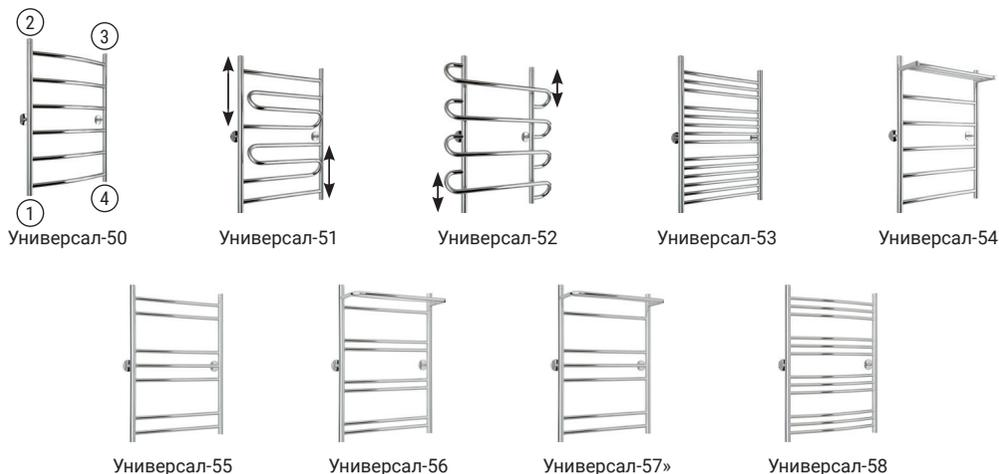

Рис. 1
4.1. Схема стандартного подключения к системе ГВС (рис. 1). Подключение осуществляется по схеме: 1-4; 1-3; 2-4; 2-1; 3-4.